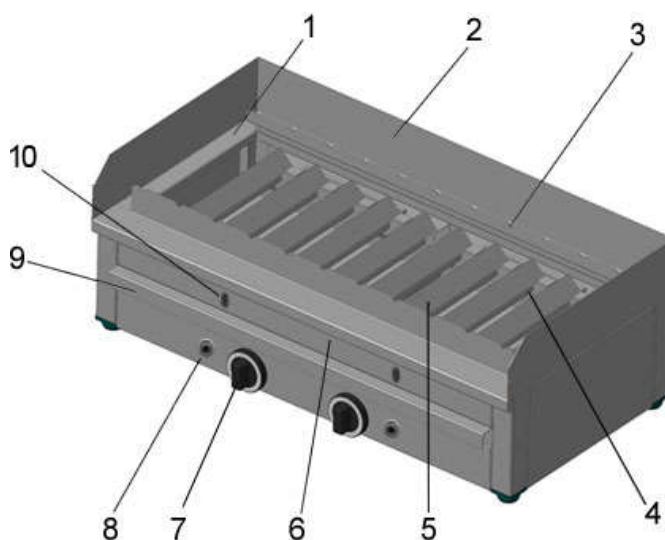

Рис.1. Устройство газовой шашлычницы*
На рис.1 приведено устройство газовой шашлычницы. Она имеет две рабочие зоны с независимым управлением. На столе шашлычницы 1 (рис.1) располагается съемный мангал 2 с
- Снимите мангал 2 (рис. 1)
- Выньте поддон-жироборник 8 (рис. 1).
- Поднимите верхнюю часть лицевой панели 6 (рис.1), потянув ее вверх.